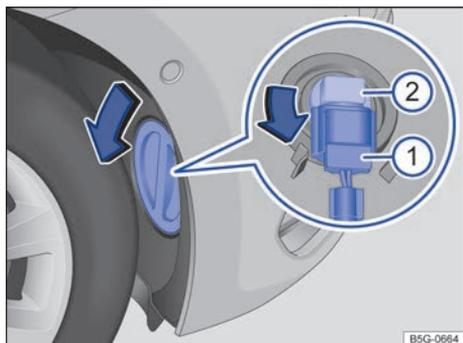

Fig. 189 En el guardabarros delantero derecho: cambio de lámpara en el faro.
- 3 Gire la tapa situada en el guardabarros en el sentido de la flecha y retírela → fig. 189.
- 4 Desbloquee el conector → fig. 189 ① y desáctelo.
- 5 Gire el portalámparas → fig. 189 ② en el sentido contrario al de las agujas del reloj, hasta el tope, y extráigalo junto con la lámpara hacia atrás.
- 8 Acople el conector → fig. 189 ① al portalámparas → fig. 189 ②. El conector debe encastrar de forma audible.
- 9 Coloque la tapa en el guardabarros → fig. 189 y bloquéela.